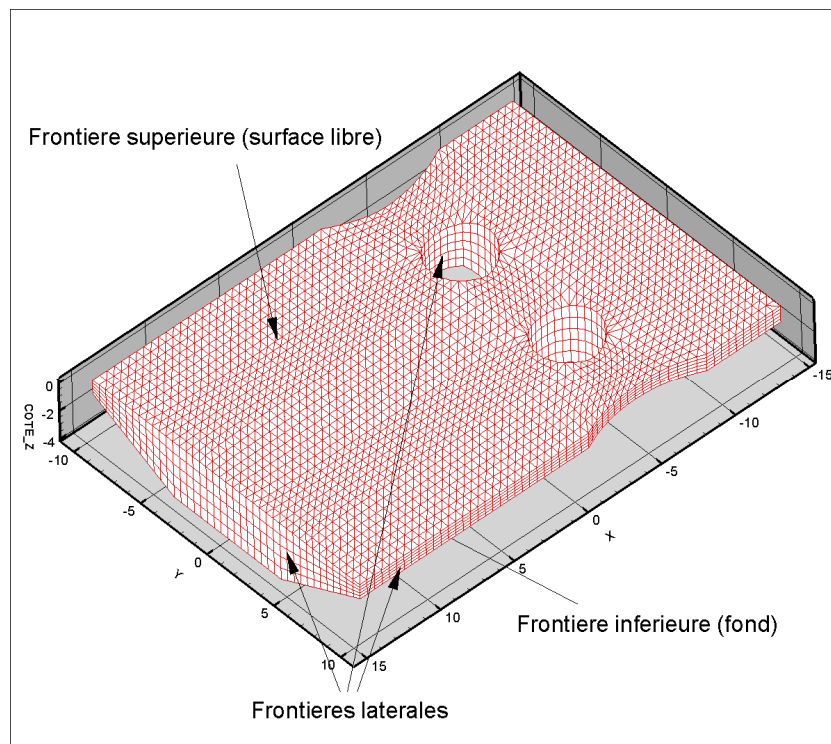

Figure 3 : Les différentes frontières de TELEMAR-3D (cas test des piles de pont)
- Les points appartenant à la surface libre ou au fond (voir Figure 3).